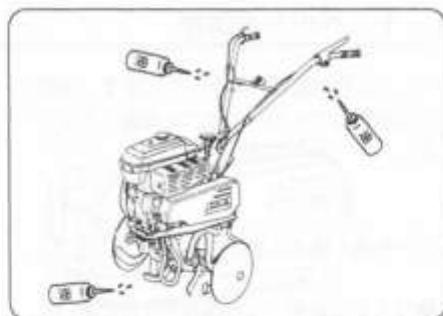

図35
4) 注油(図35)
- ① 各作動部分には油差して注油してください。
- ② 各々のレバー類と軸受部分等
- ③ 各々のワイヤには注油口よりワイヤを作動させがらおこなってください。特に露出部分には念入りにおこなってください。